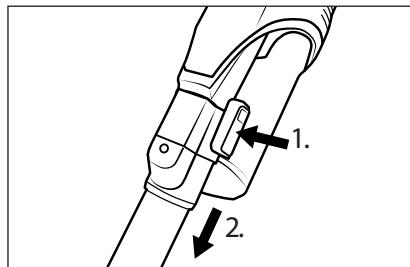

Fig. 11
- ◆ Para desmontar el tubo de aspiración **23** del aparato, mantenga pulsado el botón de desencastré del tubo de aspiración **24** y tire del tubo de aspiración **23** para extraerlo del orificio de aspiración del aparato (consulte la fig. 11).